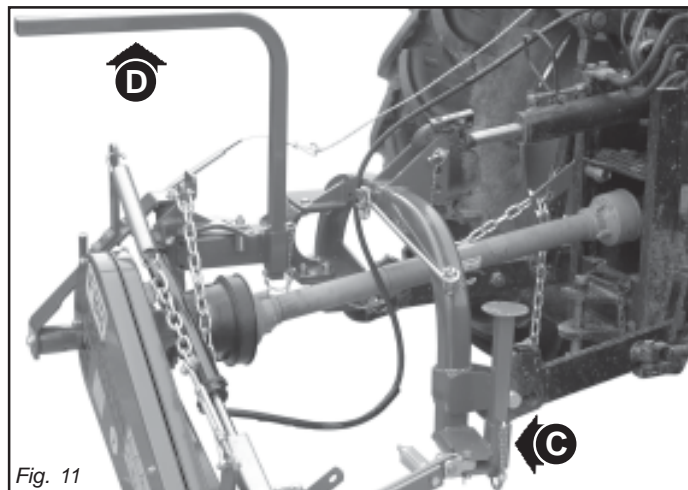

Fig. 11
- 48) Bevor die Mähmaschine in Betrieb genommen wird, ist zu prüfen, daß die Standbeine (C und D, Abb. 11) unter der Mähmaschine weggenommen worden sind. Sicherstellen, daß die Mähmaschine korrekt montiert und eingestellt ist. Sicherstellen, daß die Maschine vollkommen in Ordnung ist und daß alle Verschleiß ausgesetzten Teile voll funktionstüchtig sind.